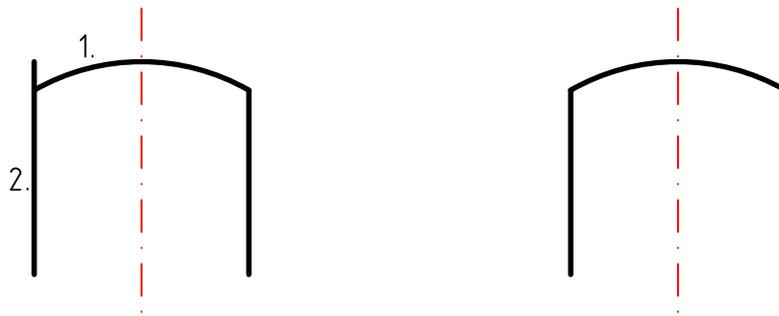

Abbildung 57: Mit dem Trimmen Werkzeug kann zum Beispiel die Linie links einfach bis zum Kreisbogen verkürzt werden.
Verkürzt oder verlängert eine Linie oder einen Kreisbogen bis zu einem anderen Objekt (Abbildung 57).
2. Wählen Sie die Objekte, die Sie zum limitierenden Objekt trimmen wollen. Oft gibt es zwei Möglichkeiten wie ein Objekt getrimmt werden kann. In Abbildung 57 wollen Sie in einer anderen Situation vielleicht nicht den oberen Teil sondern den unteren Teil der Linie bis zum Kreisbogen verkürzen. In diesem Fall müssen Sie beim Anklicken der Linie den Mauszeiger am oberen Teil der Linie positionieren. Immer der Teil eines Objektes, der angeklickt wird bleibt bestehen.